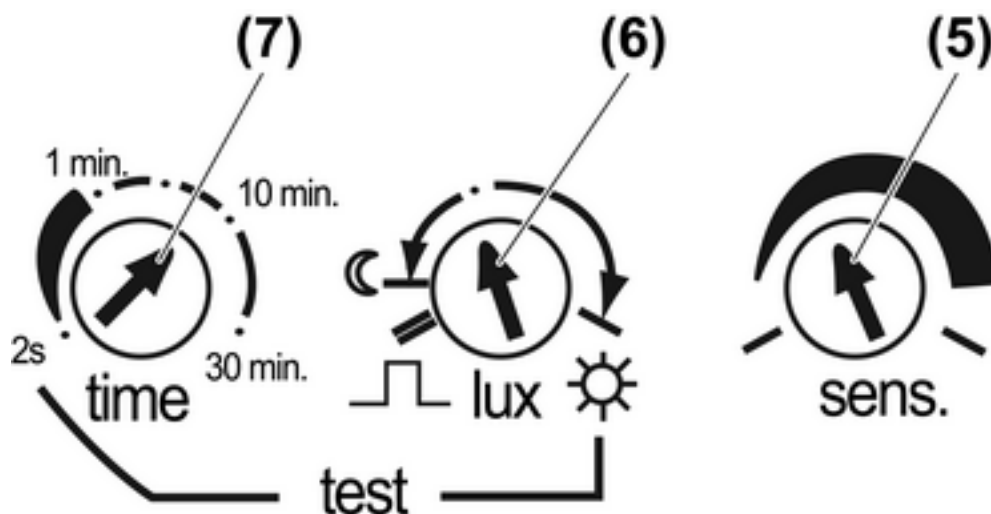

Bild 4
- Einsteller **time** (7) in gewünschte Position drehen (Bild 4).
Dabei steht das Symbol ☀ für helligkeitsunabhängiges Schalten und das Symbol ☾ für Schalten bei Dunkelheit. Empfehlung: Einstellung auf ca. 10 Lux – wie im (Bild 4) dargestellt – aktiviert das Gerät bei Dämmerungsbeginn.
- Einsteller **lux** (6) in gewünschte Position drehen (Bild 4).
- ⓘ Soll beim Wechsel vom Kurzzeitbetrieb in den Automatikbetrieb ein niedriger Helligkeitswert ☾ eingestellt werden, sollte der Einsteller **lux** zunächst auf die 10 Lux-Markierung (Bild 4) eingestellt und dann heruntergedreht werden.